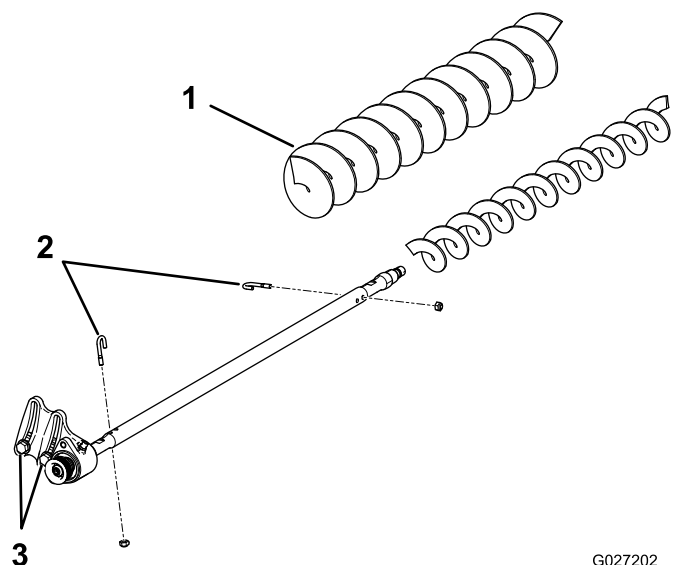

Рисунок 20
3. Отверните два J-образных болта и гайки (Рисунок 20).
4. Снимите с вала щетки находящуюся на нем щетку (Рисунок 20).
5. Ослабьте затяжку двух болтов с шайбами и гайками, которые крепят корпус подшипника приводной стороны к монтажному кронштейну корпуса подшипника (Рисунок 20).
6. Наденьте щетку большой высоты скашивания на вал щетки (Рисунок 20).
7. Прижмите щетку к валу с помощью двух ранее снятых J-образных болтов и гаек (Рисунок 20).